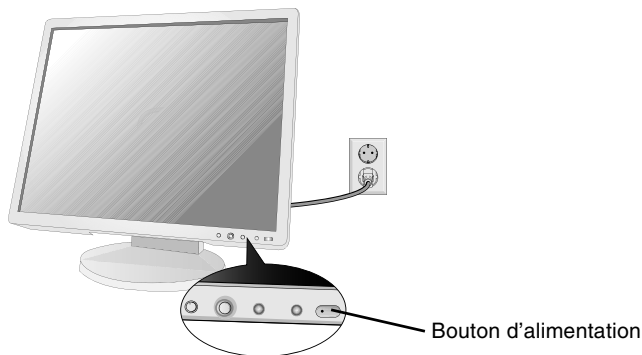

Figure E.1
8. Connectez le cordon d'alimentation à la prise de courant (**Figure E.1**).
9. Allumez le moniteur avec le bouton d'alimentation situé à l'avant ainsi que l'ordinateur (**Figure E.1**).